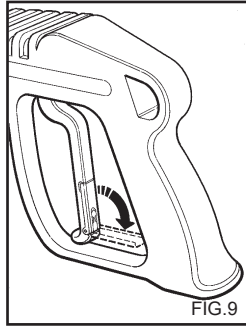

FIG.9
- Quando a hidrolimpadora não está sendo utilizada, deve-se fechar o dispositivo de segurança do punho (fig. 9).